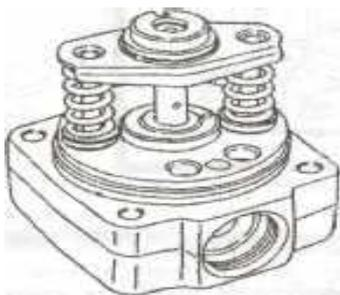

Рис.59.Плунжер в сборе с пружинами
2. Установите направляющий стержень (49) в гнезде головки насоса (50) и затем разместите на нем седло пружины (47) и пружину плунжера (46). Не устанавливайте пока пружину (48). 3. Затем установите на плунжер прокладку (43), шайбу (44) и седло пружины (45) и поместите плунжер в головку насоса (рис.59 и 60). ВНИМАНИЕ: Не устанавливайте отсечную